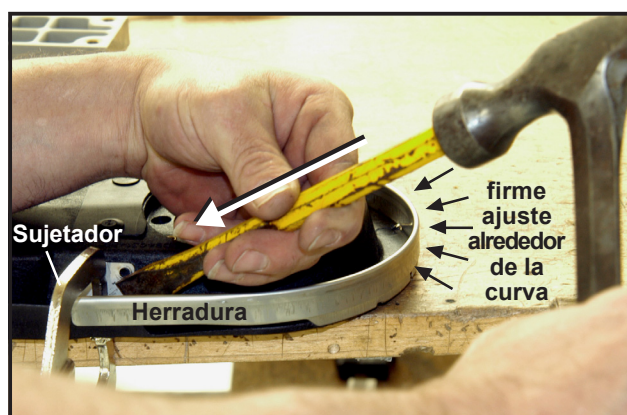

Figura 21
8. Coloque un escoplo en un ángulo contra el casquillo de sujeción ya afianzado (*Figura 21*), y golpee con un martillo a fin de lograr una fijación tan firme como sea posible entre la curva de la herradura y el extremo de la placa lateral.